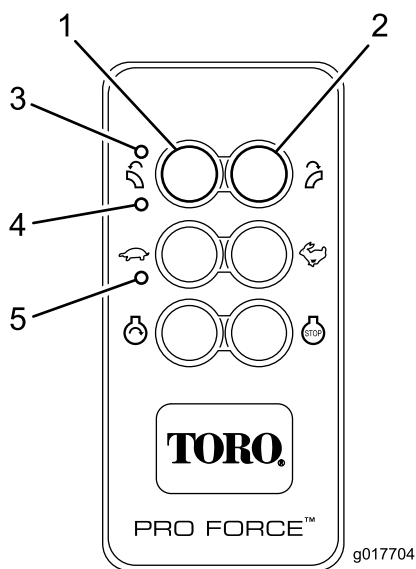

Figura 13
Il telecomando si attiva (accende) premendo qualsiasi pulsante. I LED TX e RX lampeggiano per indicare che il telecomando è attivo e comunica con la macchina. Per conservare l'energia della batteria, il telecomando resta attivo per circa tre (3) secondi prima di spegnersi automaticamente in assenza di attività sui pulsanti entro il limite dei tre secondi. Trascorso il tempo indicato, l'unità si spegne e l'attività dei LED del telecomando si interrompe (Figura 13). Premete un pulsante per riattivare il telecomando.